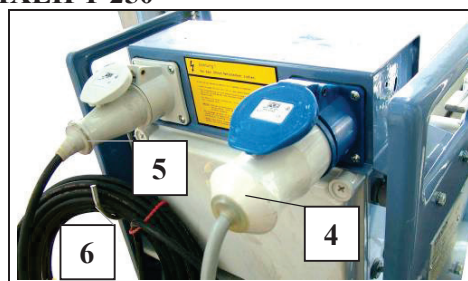

Рис. 32 Монтажная планка с вилками соединителей лебедки
- Аккуратно смотать излишний кабель и повесить на крюк (Рис. 32 поз. 6). - В противном случае существует опасность возникновения аварии вследствие зависания или повреждения кабеля.
- Вывесить канат (1) на канатной лебедке из пружинной петли (2).
- Нажать на устройстве управления кнопку ВНИЗ. - Отмотать достаточное количество каната; при этом натягивать канат, чтобы выключатель слабину каната (3) оставался в рабочем положении.